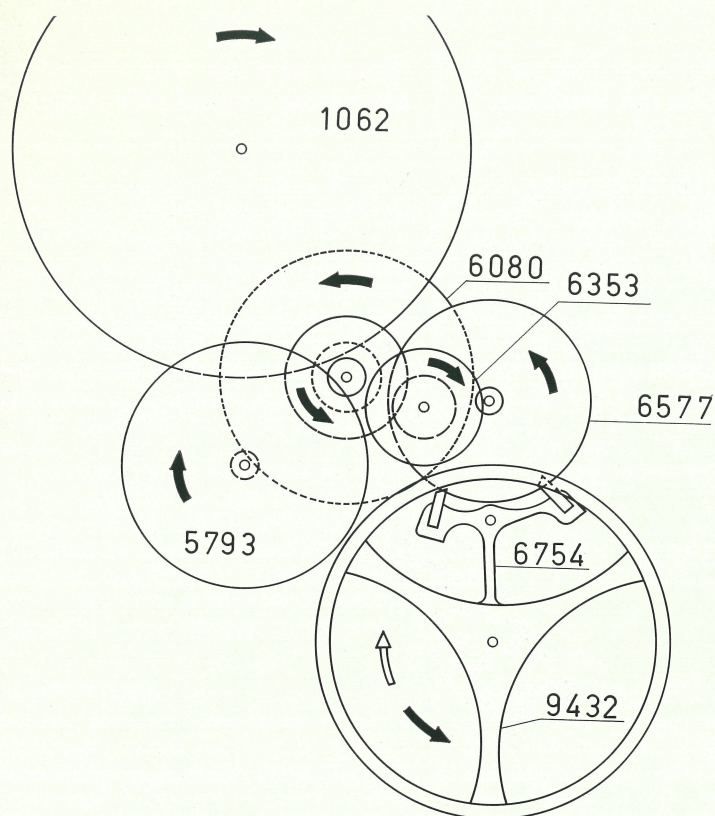

Fig. 3
c) Le mouvement (Fig. 3)
c) The movement (Fig. 3)
c) Das Werk (Fig. 3)